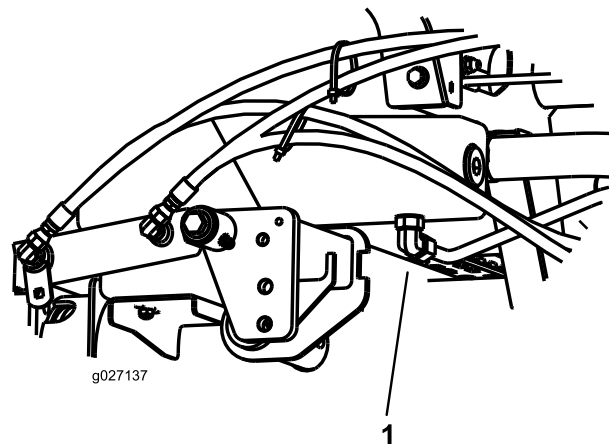

Figura 72
3. Collocate una bacinella di grandi dimensioni sotto il raccordo previsto sulla base del serbatoio del fluido idraulico (Figura 72).